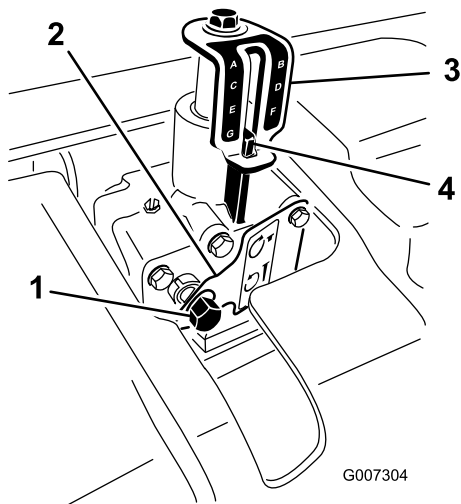

Figura 24
3. Inserte un cubo de 9/16 pulgadas con una carraca en el eje de entrada del ajustador de profundidad (Figura 24).
5. Gire el ajustador de profundidad en sentido horario para reducir la profundidad de aireación o en sentido antihorario para aumentar la profundidad de aireación. (Figura 24).
6. Gire el eje de entrada del ajustador de profundidad hasta alcanzar la profundidad deseada, como se indica en la pegatina indicadora de profundidad (Figura 24).